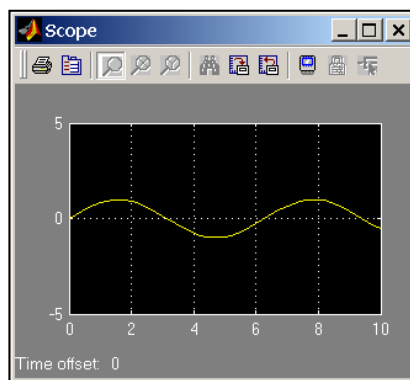

图 7.4 示波器窗口
(7) 开始仿真，单击“untitled”模型窗口中“开始仿真”图标 ，或者选择菜单“Simulink”——“Start”，则仿真开始。双击“Scope”模块出现示波器显示屏，可以看到黄色的正弦波形。如图 7.4 所示。